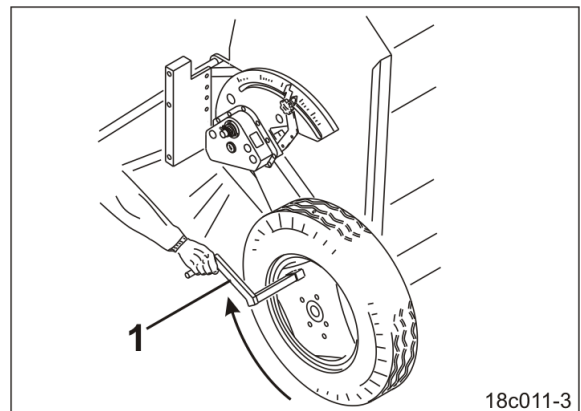

Bild 136
4. Sätt i veven (Bild 136/1) i fyrkantsröret på höger hjul.